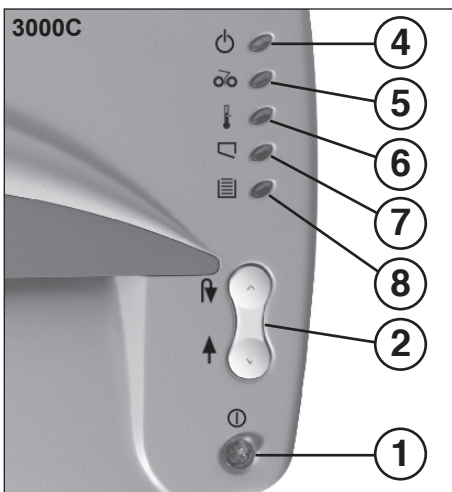

Abb. 1
- 1 = **Druckschalter „Betriebsbereit“ (Abb. 1)**
- 2 = **Wippschalter (Abb. 1) (Vorwärts / Rückwärts)**
- 4 = **Kontroll-Anzeige „Betriebsbereit“ (Abb. 1)**
- 5 = **Kontroll-Anzeige „Materialstau“ (Abb. 1)**
- 6 = **Kontroll-Anzeige (Motor) (Abb. 1) „Motorüberlastung“**
- 7 = **Kontroll-Anzeige „Behälter fehlt“ (Abb. 1)**
- 8 = **Kontroll-Anzeige (Abb. 1) „Behälter voll“ / „Rückwärtslauf“**
- Maschine am Druckschalter (1) (Abb. 1) einschalten. Die Kontroll-Anzeige (4) (Abb. 1) leuchtet auf.
- Hinweis:** Für die Zerkleinerung von lichtdurchlässigen Folien muss die Maschine von Hand auf Vorwärtslauf geschaltet werden (Wippschalter (1) (Abb. 1) in Stellung „↑“ schalten).
Ist der Auffangbehälter gefüllt schaltet die Maschine ab. Die Kontroll-Anzeige (8) (Abb. 1) leuchtet auf.
- Den Auffangbehälter von vorne entnehmen und den Inhalt entleeren. Die Kontroll-Anzeige (7) (Abb. 1) leuchtet auf.